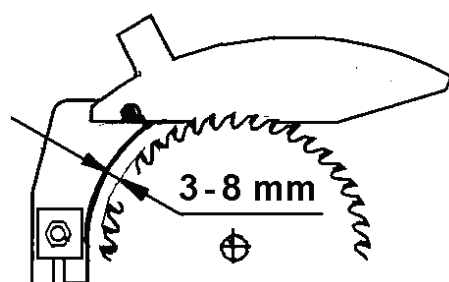

Рис. 20
- Открутите гайку (J) и фланец (I). Установите пильный диск на осевой блок. Зубья пильного диска должны быть направлены в сторону распила (вниз). Установите фланец и прочно затяните гайку. Вытащите стопорный штифт (К). Проверьте правильность регулировки расклинивающего ножа по отношению к пильному диску. Установите кожух пильного диска.
- Расклинивающий нож должен быть отрегулирован таким образом, чтобы по всей длине расстояние между ним и пилой было в пределах от 3-х до 8 мм (рис. 20)